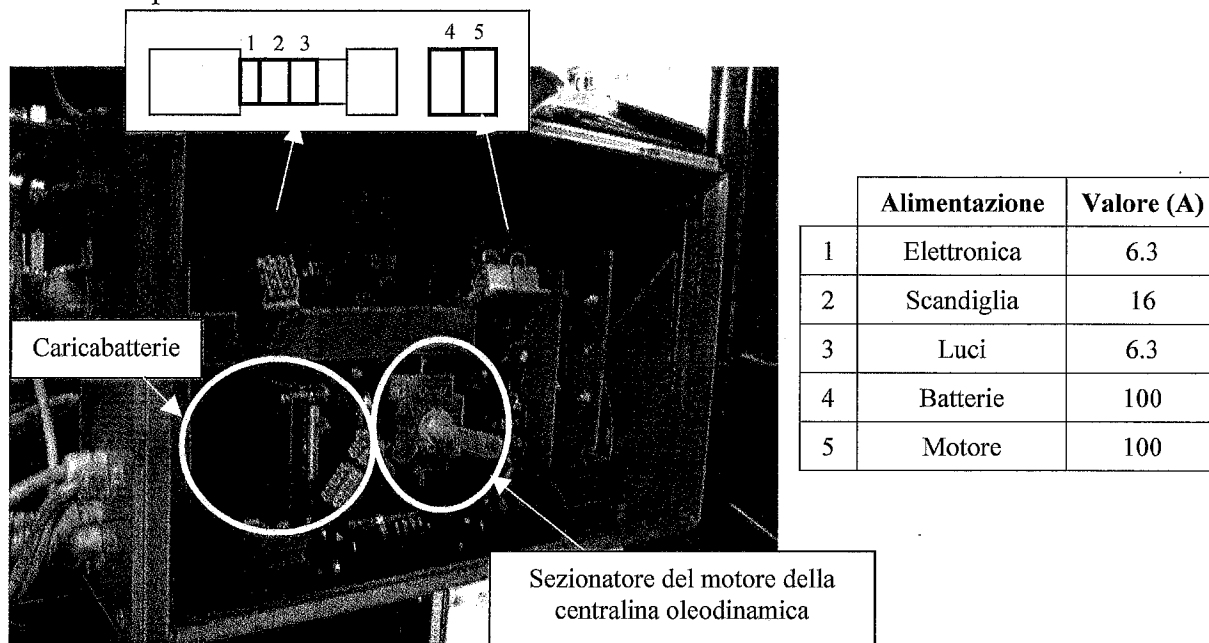

Fig. 6: schema fusibili nel quadro di potenza
- **Sezionatore centralina**, che interrompe l'alimentazione alla centralina oleodinamica (motore ed elettrovalvole) (fig. 6). Il sezionatore è ubicato sul coperchio del quadro di potenza, in corrispondenza della botola. Aprendo il sezionatore si elimina ogni possibilità di movimento in quanto tutti i movimenti sono idraulici. Rimane ovviamente la possibilità di movimenti dovuti ad energia potenziale quali, ad esempio, cadute del compattatore a causa di rottura tubi, trafilemanti olio o dovute alla presenza dell'olio in pressione contenuto nell'accumulatore.
- a. operazioni che non richiedono la presenza dell'alimentazione oleodinamica: prima di scendere nella buca, il manutentore dovrà provvedere a sezionare l'alimentazione elettrica alla centralina oleodinamica agendo sul relativo sezionatore generale posto nel quadro di potenza. Se necessario, può essere interrotta anche l'elettronica estraendo il relativo fusibile, posto nel quadro di potenza (fig. 6)
- b. Controllo dello stato dei fusibili: verificare che tutti i fusibili siano integri (fig. 6)